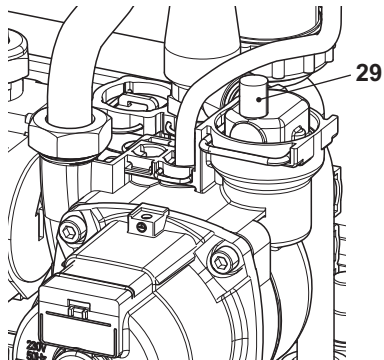
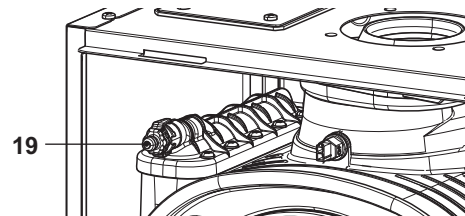

Figura 9.10
Figura 9.11
- Para facilitar el vaciado, levante el tapón 29 de la válvula de purga automática indicado en la Figura 9.10 y afloje el racor de purga del intercambiador primario de condensación 19 en la Figura 9.11.